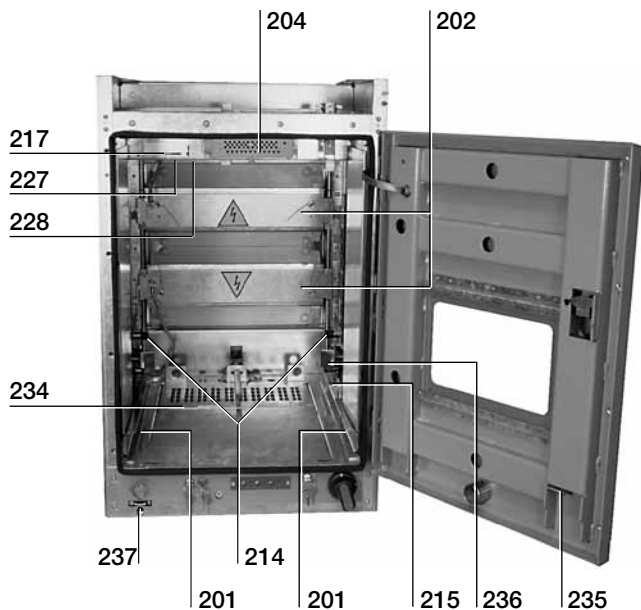

Fig. 7d
- le guide (201) (fig. 7d) per il carrello;
- gli otturatori (202) (fig. 7d) di segregazione dei contatti fissi di sezionamento disposti all'interno dei monoblocchi ed i cinematismi di azionamento delle segregazioni (214) (fig. 7d);
- la presa (204) (fig. 7d) per il connettore mobile;
- il blocco meccanico che impedisce di inserire il contattore se il sezionatore di terra è chiuso o di chiudere il sezionatore di terra se il contattore è inserito (215) (fig. 7d);
- la targa caratteristiche (217) (fig. 7d);
- blocco a chiave per carrello di messa a terra con passanti superiori (227) (fig. 7d) fornibile a richiesta;
- blocco a chiave per carrello di messa a terra con passanti inferiori (228) (fig. 7d) fornibile a richiesta;
- guides (201) (fig. 7d) for the truck;
- segregation shutters (202) (fig. 7d) for the fixed and isolating contacts placed inside the monoblocks and the kinematism for activating the segregations (214) (fig. 7d);
- socket (204) (fig. 7d) for the mobile connector;
- mechanical lock which prevents the contactor being connected if the earthing switch is closed or the earthing switch being closed if the contactor is connected (215) (fig. 7d);
- characteristics nameplate (217) (fig. 7d);
- key lock for earthing truck with upper bushings (227) (fig. 7d), supplied on request;
- key lock for earthing truck with lower bushings (228) (fig. 7d), supplied on request;
- blocco che impedisce l'inserimento di un contattore in un contenitore predisposto per un interruttore (234) (fig. 7d);
- blocco meccanico che impedisce l'apertura della porta del contenitore se il contattore non è in posizione di sezionato (235) (fig. 7d);
- blocco meccanico delle serrande quando il contattore è estratto (236) (fig. 7d);
- lock which prevents connection of a contactor in an enclosure preset for a circuit-breaker (234) (fig. 7d);
- mechanical lock which prevents the door of the enclosure being opened if the contactor is not in the isolated position (235) (fig. 7d);
- mechanical lock on the shutters when the contactor is withdrawn (236) (fig. 7d);
- interblocco tra sezionatore di terra e porta cella inferiore (237) (fig. 7d).
- interlock between earthing switch and lower compartment door (237) (fig. 7d).*